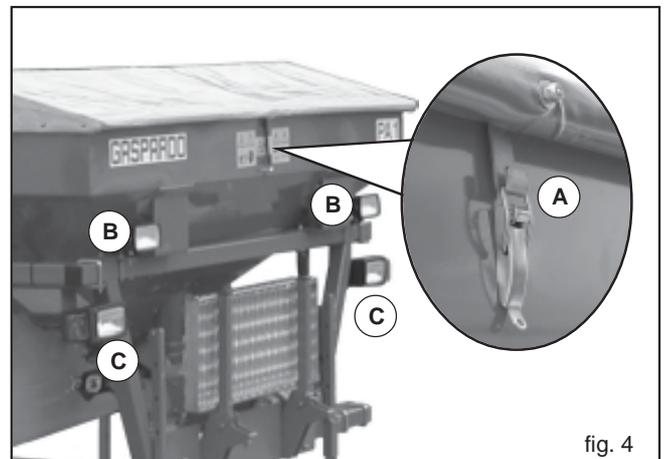

fig. 4
- 7) Beim Transport auf der Straße müssen die Behälter und Trichter leer sein. Höchstgeschwindigkeit 25 km/h. Immer die Tankabdeckung mit Haubenverschluss sichern (A, Fig.4) Regelmaessig den Haubenverschluss auf Alterung ueberpruefen und bei Bedarf austauschen!
- 10) Wenn die geschleppten oder an dem Schlepper angebrachten Ausrüstungen und Geräte die Sichtbarkeit der Signalisierungs- und Beleuchtungsrichtungen des Schleppers verdecken, müssen diese Vorrichtungen auch an den Ausrüstungen angebracht werden, wobei die Vorschriften der im jeweiligen Anwendungsland geltenden Straßenverkehrsordnung zu beachten sind. Beim Gebrauch ist zu kontrollieren, daß die Anlage einwandfrei funktioniert. Befahren oeffentlichere Strassen nur mit ausgeschalteten Arbeitsscheinwerfern (B, Fig. 4). Abblendlicht (C, Fig.4) nur unter Beachtung oertlicher Bestimmungen einstellen und benutzen.